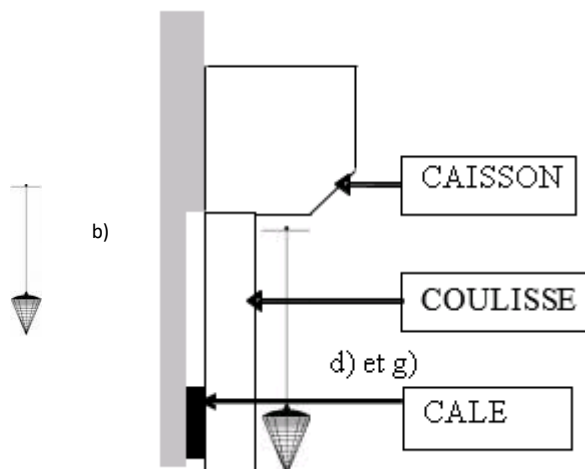

Figure 2
- Vérifiez l'aplomb frontal de la coulisse de gauche (figure 2) et le repérer par traçage, caler si besoin.